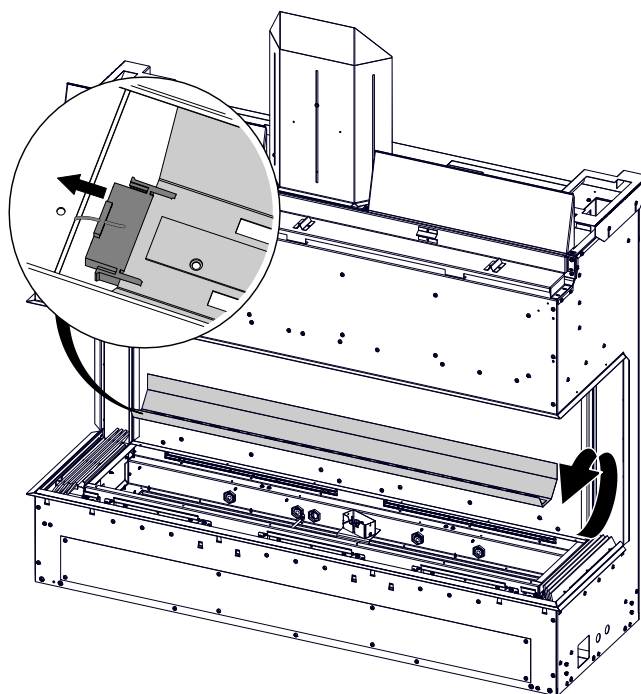

Fig. 3
7. Débranchez les fils aux deux extrémités de l'ensemble traîneau à DEL. **(Fig. 3).**
8. Retirez l'ensemble traîneau à DEL en enlevant les vis de fixation. Remplacez et réinstallez les composants. **(Fig. 3).**